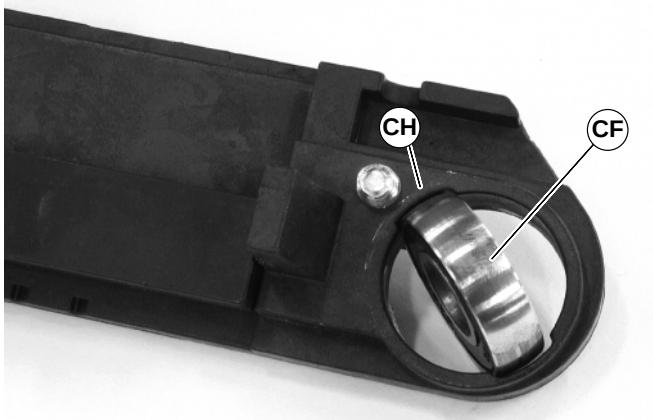

Abbildung 48
1. Das Lager drehen (CF siehe Abbildung 48), um es mit den Schlitten (CH) in der vorderen Deckplatte auszurichten. Dann das Lager herausnehmen.